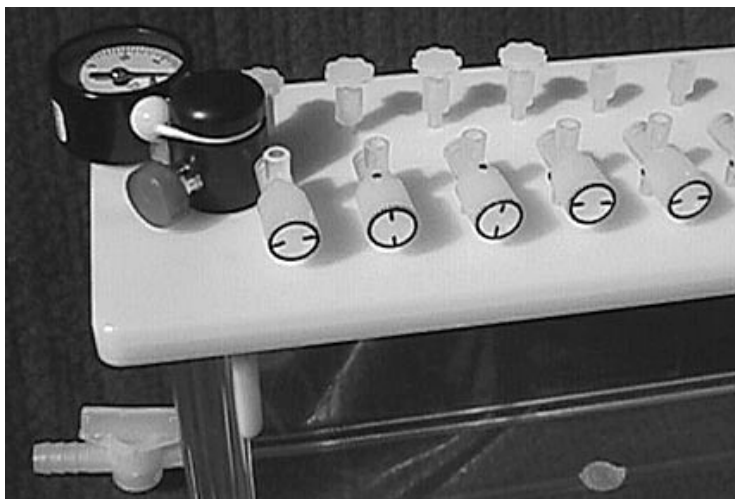

Abbildung 3 Brechen des Vakuums
- 2 Unterbrechen Sie das Vakuum in der Kammer durch leichtes Anheben des weißen Balles aus seinem Sitz. Siehe Abbildung 3.